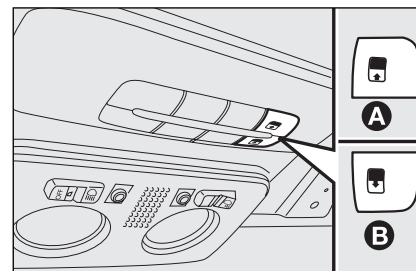

Рис. 77
Закрывание производится в обратном порядке. Люк крыши функционирует, только когда ключ в замке зажигания находится в положение "**MAR**". Управление люком производится с помощью кнопок **A** и **B**, см. **рис. 77**, расположенных на панели управления около переднего светильника.
Нажмите кнопку **B**, см. **рис. 77** и удерживайте ее для перемещения передней стеклянной панели в положении "Спойлер". Снова нажмите кнопку **B** и удерживайте ее дольше, чем полсекунды для начала движения стекла люка, которое автоматически продолжится до промежуточного положения "Комфорт".
Когда люк полностью открыт, нажмите кнопку **A**, см. **рис. 77**, и если кнопка нажата дольше, чем полсекунды, то люк автоматически переместится в промежуточное положение "Комфорт".
- ☐ нажмите и удерживайте кнопку **A**, см. **рис. 77** до полного закрывания люка. Отпустите кнопку;